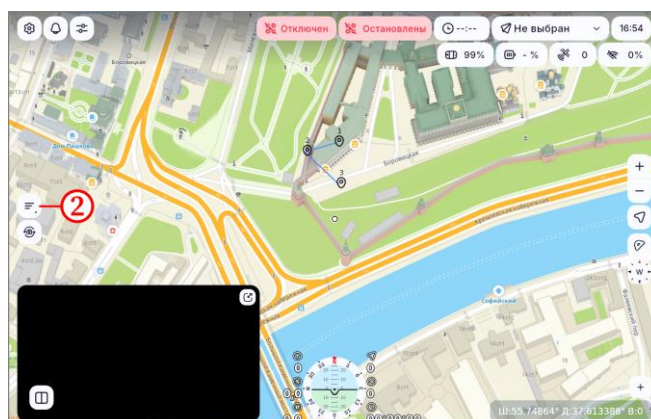

Рисунок 88
- в главном окне ПО нажать на кнопку (рисунок 88, шаг 2);